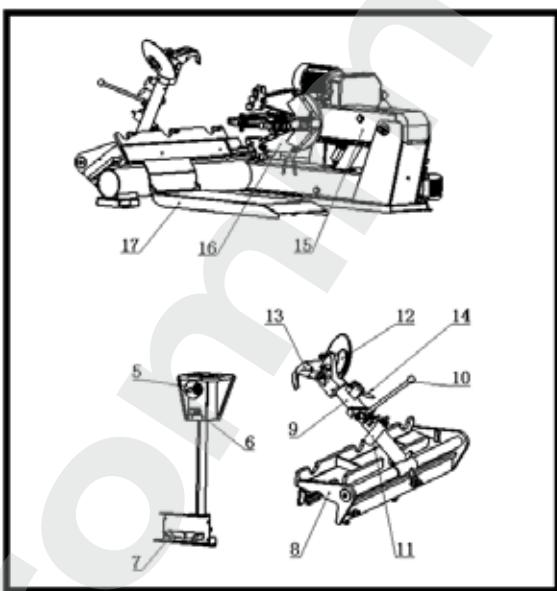

Рис. 6
**Все нижеследующие манипуляции можно проводить только с инструментальной консолью (9), находящейся в нерабочем положении (рис. 6).**